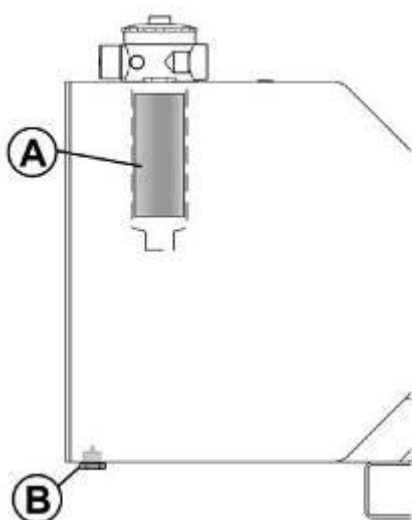

РИС. 7.4
- Проверка состояния масляных фильтров должна производиться регулярно. Рекомендуется заменить картридж (A) масляного фильтра после первых 20 часов, а затем каждые 200 рабочих часов, но не реже чем раз в 6 месяцев (РИС. 7.4). Уровень масла можно проверить с помощью термометра, расположенного на стенке бака. Он должен проверяться, когда стрелы сложены и должен находиться между максимальной и минимальной отметками.
- После 1000 часов работы, но в любом случае 5 лет, все масло гидравлики должно быть удалено через сток (B) (РИС. 7.4).